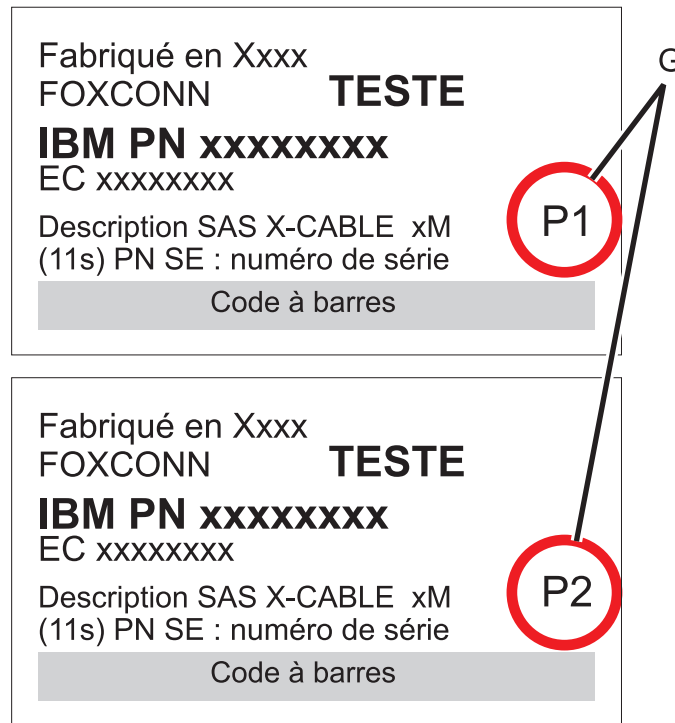

Figure 38. Etiquettes des câbles d'adaptateur SAS avec les identificateurs P1 et P2
- Le câble qui se branche sur l'adaptateur SAS indépendant 1 (C) comporte une étiquette avec l'identificateur P1 (G), comme illustré à la figure 38, à la page 36. Cet adaptateur n'accède à aucun autre adaptateur indépendant et accède uniquement aux baies d'unité D1 à D6.
- Le câble qui se branche sur l'adaptateur SAS indépendant 2 (D) comporte une étiquette avec l'identificateur P2 (G), comme illustré à la figure 38, à la page 36. Cet adaptateur n'accède à aucun autre adaptateur indépendant et accède uniquement aux baies d'unité D7 à D12.
- Le câble qui se branche sur l'adaptateur SAS indépendant 3 (E) comporte une étiquette avec l'identificateur P1 (G), comme illustré à la figure 38, à la page 36. Cet adaptateur n'accède à aucun autre adaptateur indépendant et accède uniquement aux baies d'unité D13 à D18.
- Le câble qui se branche sur l'adaptateur SAS indépendant 4 (F) comporte une étiquette avec l'identificateur P2 (G), comme illustré à la figure 38, à la page 36. Cet adaptateur n'accède à aucun autre adaptateur indépendant et accède uniquement aux baies d'unité D19 à D24.